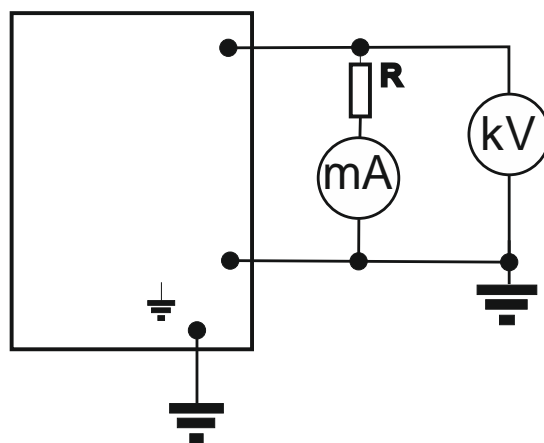

Рис.2 Контрольно-измерительная схема для устройства «Меркурий 3/100».
3.2.4. Подключить электростатический киловольтметр kV (не менее 3 кВ, классом точности не хуже 0,5), балластные сопротивления R, (три последовательно соединённых резистора С5-40В-250-10кОм или аналогичные) и миллиамперметр mA (со шкалой не менее 100 мА, классом точности не хуже 0,5), в соответствии со схемой контроля рис.2.